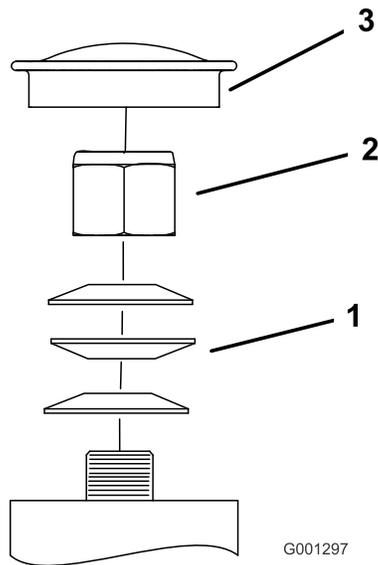

Figura 49
3. Retire el tapón anti-polvo de la rueda giratoria y apriete la contratuerca (Figura 49).
4. Apriete la contratuerca hasta que las arandelas de muelle estén planas, luego afloje 1/4 de vuelta para establecer la pre-carga correcta de los cojinetes (Figura 49).
- Importante:** Asegúrese de que las arandelas de muelle están correctamente instaladas, según muestra Figura 49.
5. Coloque el tapón anti-polvo (Figura 49).